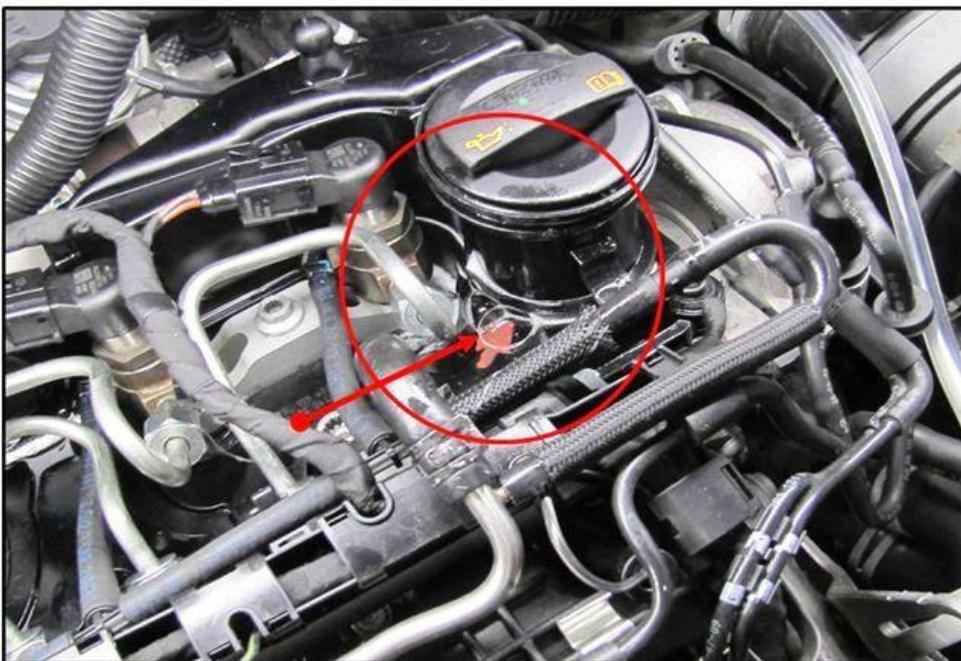
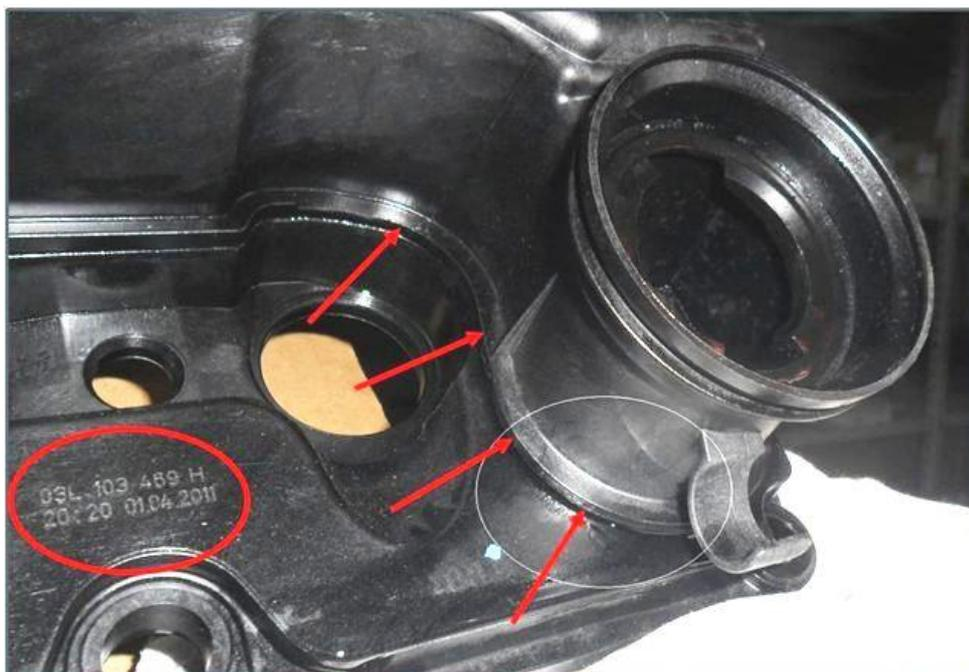

Fig. 2
Fig. 3
- Vaporisez du nettoyant pour pare-brise ou un spray détecteur de fuites sur la zone marquée (voir figures 2 et 3). Vérifiez si des bulles se forment dans la zone pulvérisée, entre le goulot de remplissage d'huile et le couvre-culasse.
- Si une fuite est détectée dans la zone désignée (voir Fig. 2 et 3) et que le couvre-culasse installé porte le numéro de pièce d'origine : 03L 103 469 H (voir Fig. 3), le couvre-culasse doit être réparé conformément aux instructions du point 2 .